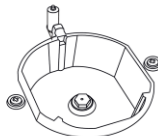

Figura 2
3. Retire las tapas, así como los quemadores de las cuatro zonas de cocción para acceder a los inyectores (Figura 2).